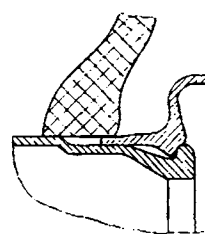

Рис. 5-17. Заход радиуса пятки борта шины на кромку бортового кольца
5. Поставить колесо бортовым кольцом к стене и предварительно надуть шину до давления, обеспечивающего заход радиуса пятки борта шины на кромку бортового кольца (рис. 5-17.). Давление воздуха в шине не должно превышать 60 кПа (0,6 кгс/см²).